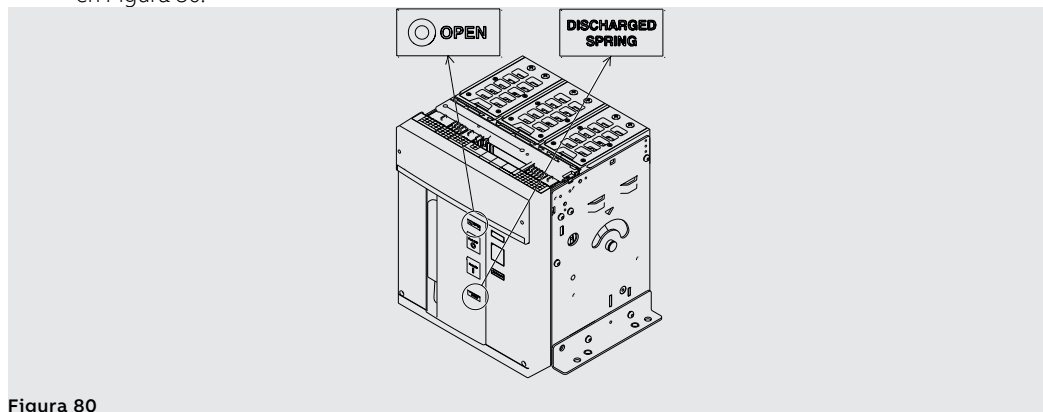

Figura 80
7. Controlar que el interruptor esté abierto (indicador abierto/cerrado "O - OPEN") y controlar que los resortes estén descargados (indicador resortes "blanco - DISCHARGED SPRING") como indicado en Figura 80.